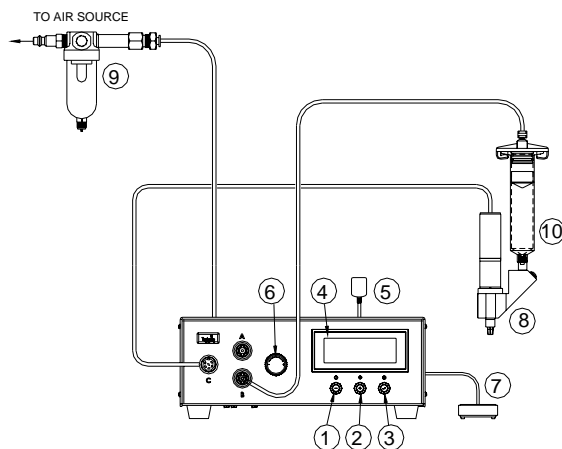

Abb. 6.0
#### 5.3.1 Anschluss des Gerätes. (Für Details siehe Abb. 6.0)
#### 5.4.1 Anschluss des Gerätes: Für Details siehe Abb. 6.0
2. Halten Sie die Taste "Set" (3) zwei Sekunden gedrückt, um in die Setup-Anzeige zu wechseln.
3. (+) und (-) Tasten gleichzeitig drücken. Die Tiefdruck-Einstellung erscheint im Display wie in Abb. 6.0 gezeigt.
4. Taste "Set" (3) und (+) Taste gleichzeitig drücken, um den Wert zu erhöhen.
5. Taste "Set" (3) und (-) Taste gleichzeitig drücken, um den Wert zu senken.
6. Halten Sie die Taste "Set" (3) zwei Sekunden gedrückt, wenn die Daten gespeichert werden sollen.